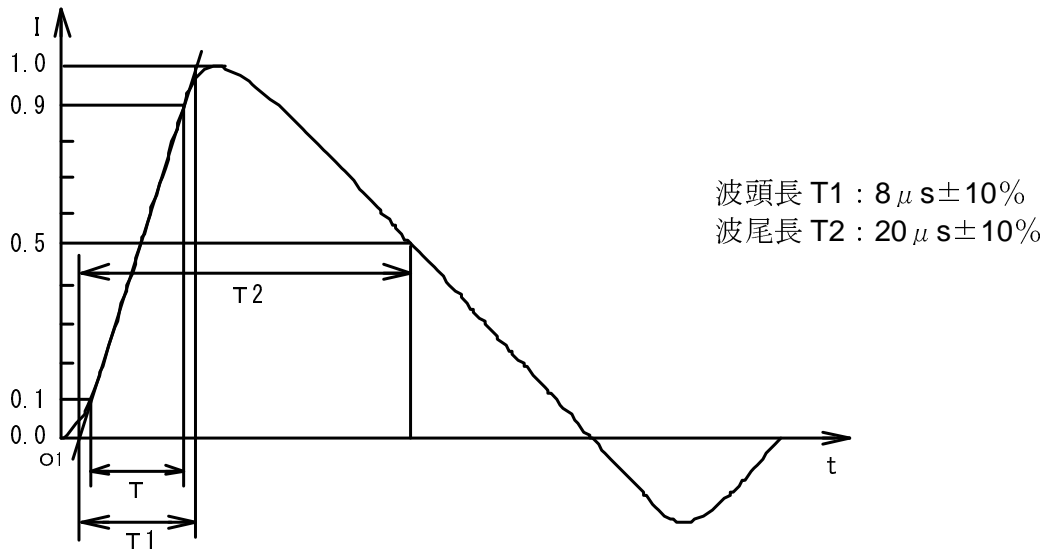

図 25
5. 電流サージ試験を実施する要領で設定電流を 2000A に上げたらトリガースイッチ⑦を ON にしてサージを出力し、オシロ上の波形を確認します。
6. 波形は、図 25 のような形で観測できますが、電流プローブの周波数特性によっては、実際の波形と異なる波形が観測されることがあります。波形細部の確認は、JEC-212 規格書を参照願います。